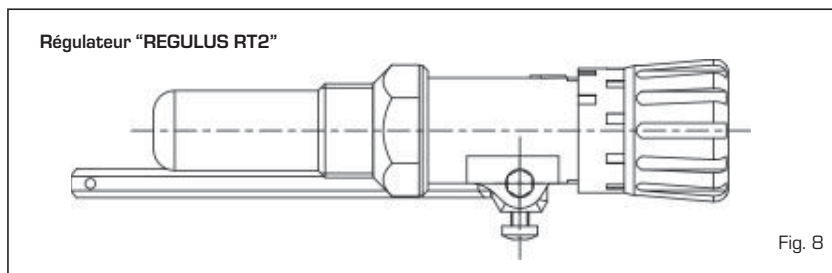

Fig. 8
4.6.2 Régulateur "REGULUS RT2" (fig. 8)
Le champ de régulation est compris entre 30 et 90°C (fig. 8). Pour le montage et la mise en fonction, suivre les mêmes instructions que pour le régulateur "Thermomat".